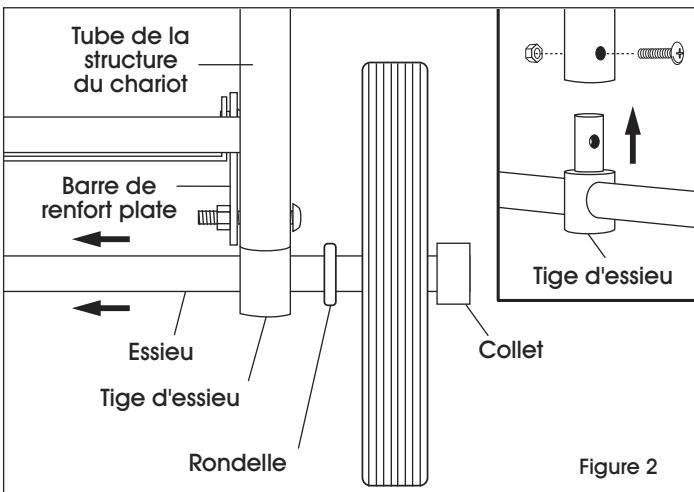

Figure 2
3. Insérez les tiges d'essieu dans les tubes de la structure du chariot. (Voir l'encadré de la Figure 2)